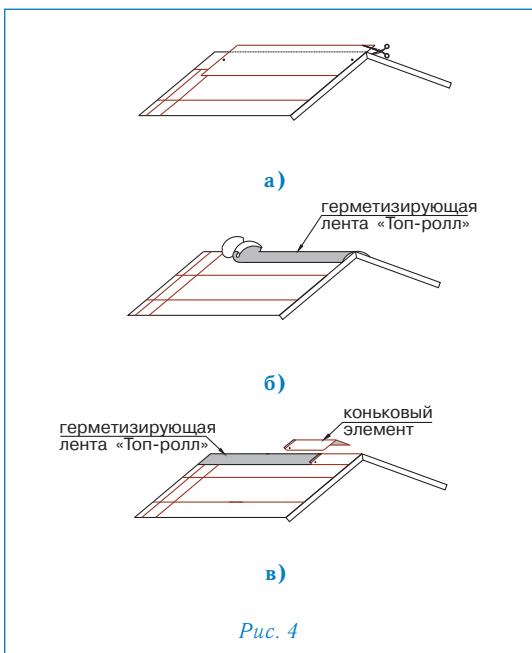

Рис. 4
### Конек (рис. 4)
- Верхний ряд черепицы ПРЕСТИЖ НОВЫЙ РИМ доводится до линии конька (ребра), выступающие части листов обрезаются (рис. 4а);
- линии коньков и ребер герметизируются специальной самоклеящейся лентой «Топ-ролл» (рис. 4б);
- далее устанавливаются внахлест специальные коньковые элементы (направление укладки по преимущественному направлению ветра). Каждый коньковый элемент плотно прижимается к основанию кровли и фиксируется двумя гвоздями из нержавеющей стали длиной 35 мм, которые перекрываются следующим коньковым элементом (рис. 4в).